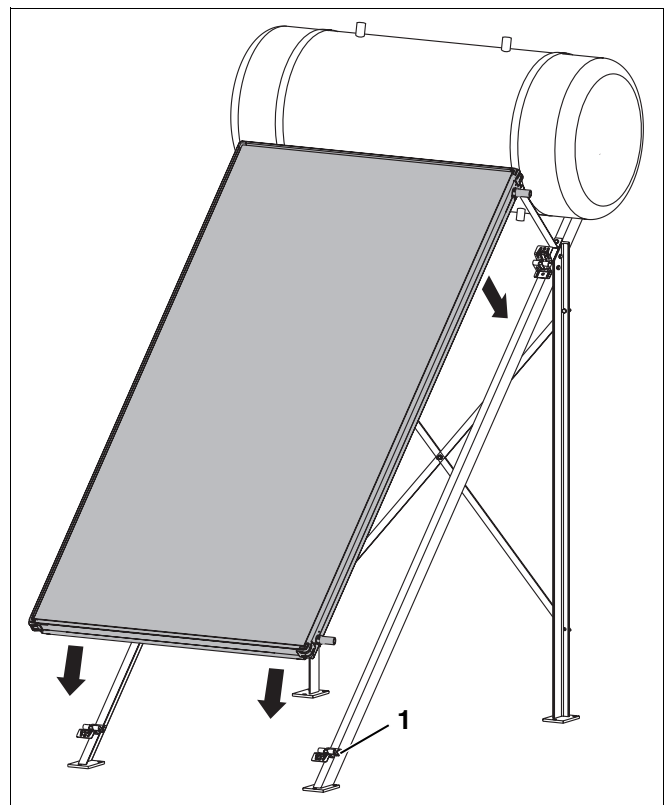

Fig. 14 Colocação do colectores
- B Colocar o colectores no centro das cavidades dos suportes de colectores (fig. 14, **item 1**).